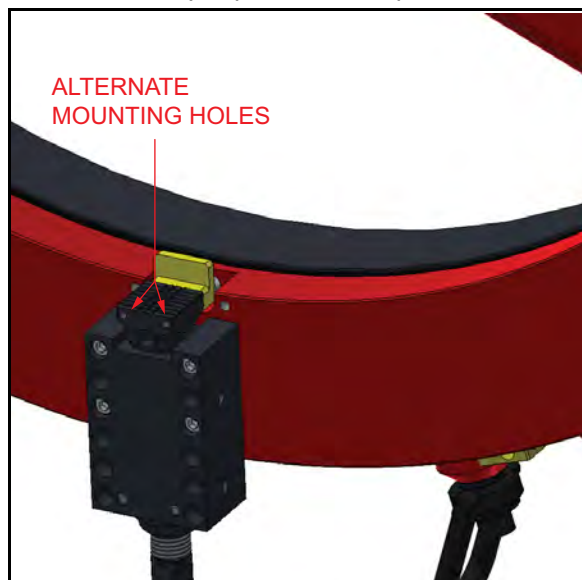

РИСУНОК 3-4. АЛЬТЕРНАТИВНЫЕ ОТВЕРСТИЯ КРЕПЛЕНИЯ
- Установите монтажные пальцы на задней стороне фланца «внизу» регулируемой опоры (см. Рис. 3-4.).
- Установите монтажные пальцы на задней стороне (вверху) фланца «внизу» регулируемой опоры (см. Рис. 3-4.).